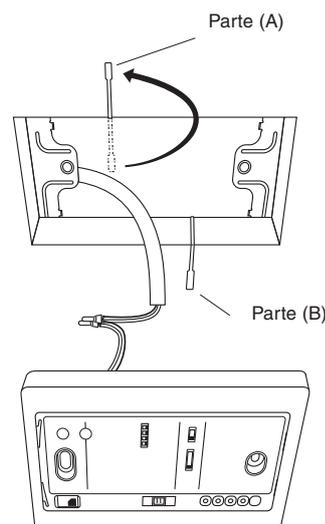

Fig. 11-27
4. Usare le parti (A) e (B) della staffa per fissarla in modo sicuro al soffitto (fig. 11-27).